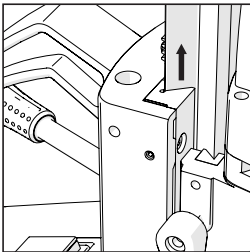

Abb. 14
**Hinweis:** Die S28MAG hat zwei Führungsschienen (**Abb. 14**) von denen eine einstellbar ist.